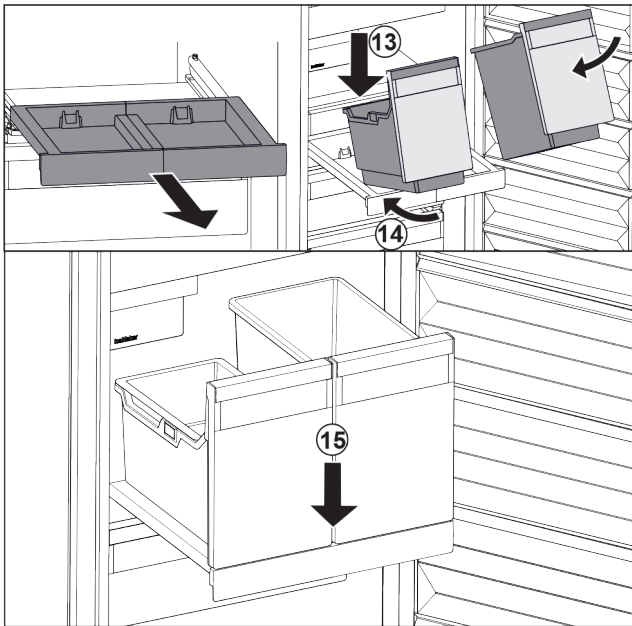

Fig. 129
- ▶ Behälter schräg auf das Auszugsbord aufsetzen. Fig. 129 (13)
- ▶ Behälter schräg nach hinten einschieben. Fig. 129 (14)
- ▶ Behälter vorne absetzen. Fig. 129 (15)